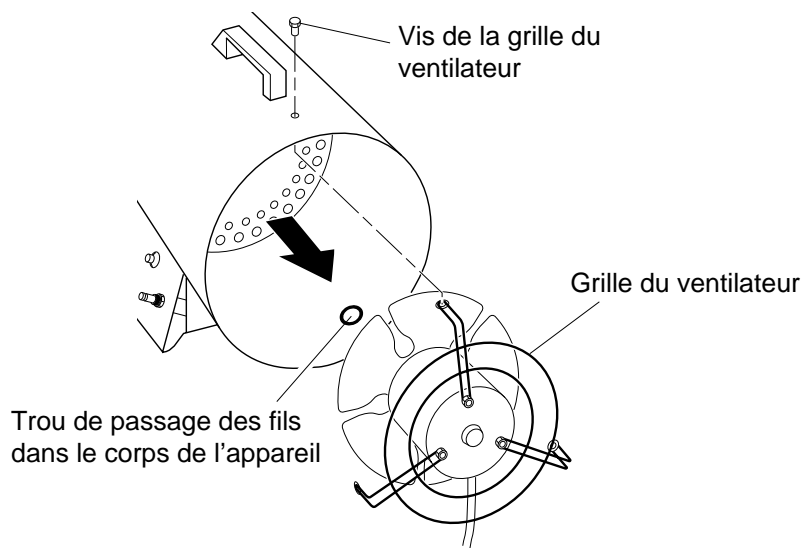

Figure 7 - Dépose du moteur et de la grille du ventilateur
4. Poser l'appareil sur sa base. Retirer les trois vis de fixation de la grille du ventilateur sur le corps de l'appareil (voir la figure 7).
5. Sortir le moteur et la grille du ventilateur du corps de l'appareil. Avec précaution, tirer les fils vert, noir et blanc du moteur hors du trou du corps de l'appareil (voir la figure 7).